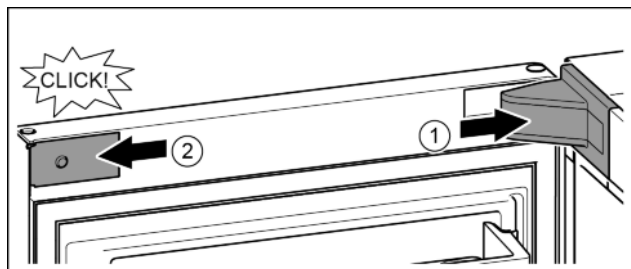

Fig. 25
- ▶ Поставете и фиксирайте капака на лагерната стойка, при нужда внимателно го натиснете настрани. Fig. 25 (1)
- ▶ Поставете странично капачката и я фиксирайте. Fig. 25 (2)